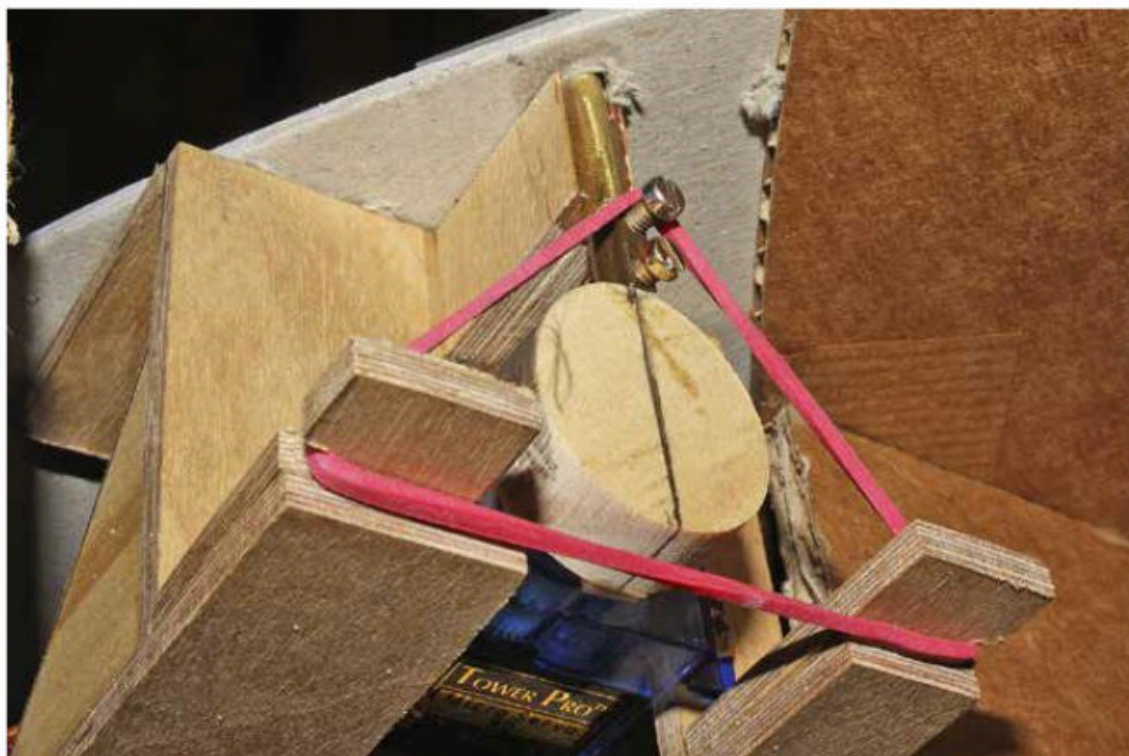

FIGURE 23.
►► Reliez d'abord les fils du servomoteur à la carte Arduino qui aura été programmée auparavant (voir plus loin). Alimentez la carte et attendez un peu que l'initialisation se fasse. Lorsque les LED clignotent, l'initialisation est terminée ; montez alors la came sur le servomoteur de telle sorte que le plus grand axe soit vertical : la barrière est en position fermée. Réglez la rallonge pour qu'elle touche la came. Actionnez l'un des ILS sur le réseau avec un aimant : la came pivote de 90° et la barrière s'ouvre. Positionnez l'élastique dans les encoches de la pièce G et sur une vis de la rallonge pour qu'il ramène la tige en contact avec la came. Pour régler la tension de l'élastique en plus ou en moins, on peut choisir l'une ou l'autre vis (**figure 23**).